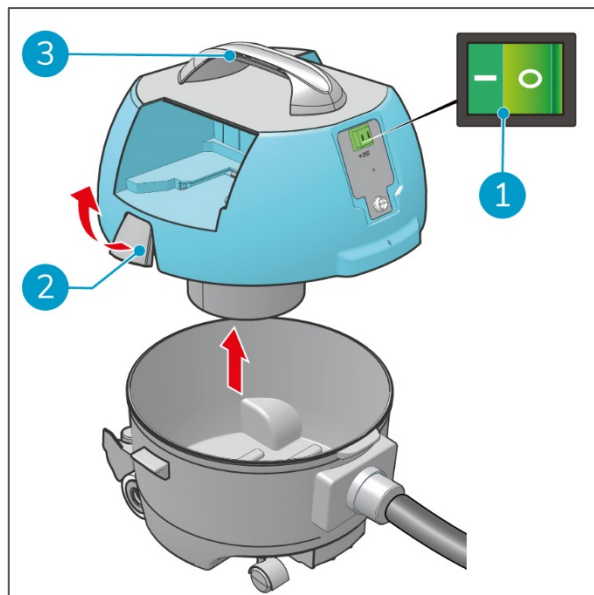

Figure 9
1. Éteignez l'i-vac 9B à l'aide de l'interrupteur ON/OFF (Figure 9, pos 1).
3. Libérez les loquets (Figure 9, pos. 2) de part et d'autre de l'i-vac 9B®.
4. Soulevez le capot par sa poignée (Figure 9, pos 3).